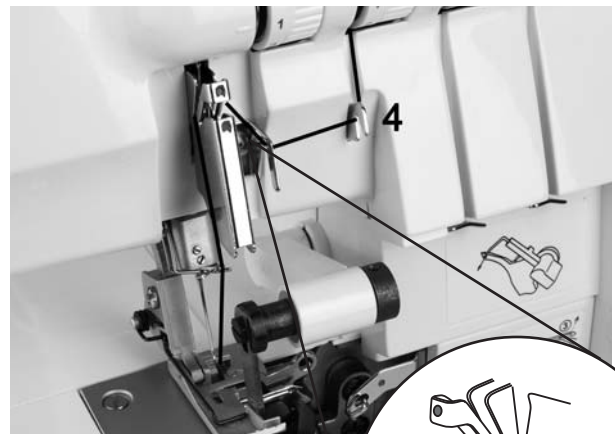

Abb.27
4. Fädeln Sie den Faden gemäß der grünen Markierungen ein (4-7) (Abb. 27/28).